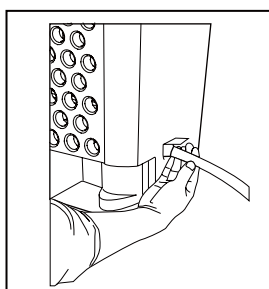

fig. 2
- d. Passez l'extrémité fileté femelle du tuyau dans l'ouverture. (fig.2)